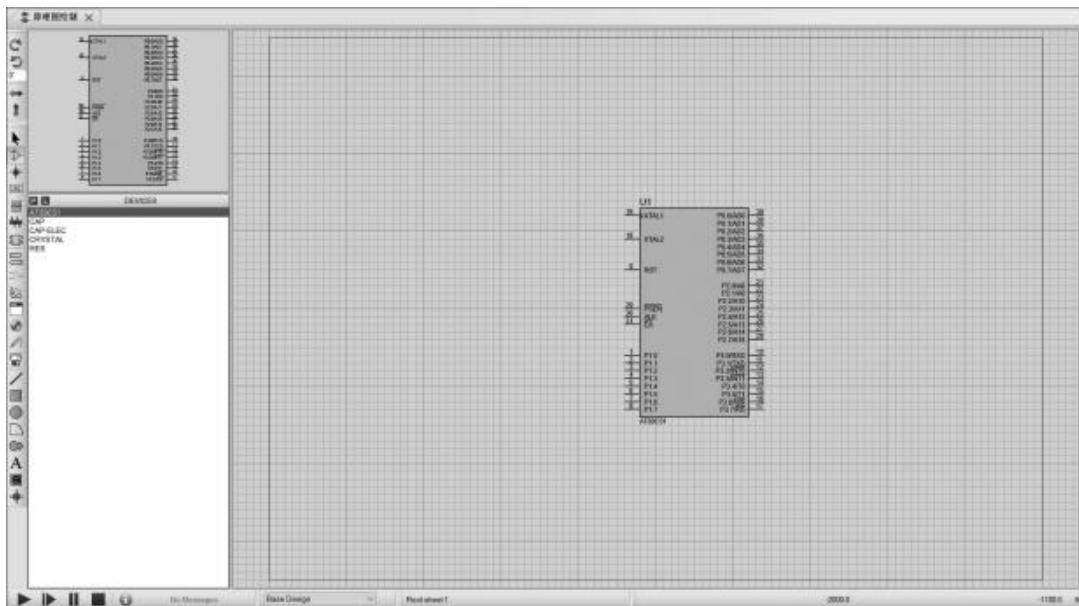

图 1-4-7 放置元件
(4)在元件列表中选中元件,再在原理图编辑窗口中单击,此时会看到被选中元件的框图跟随鼠标移动。在原理图编辑窗口找到合适的位置再次单击,元件就会被摆放到当前位置,如图 1-4-7 所示。需要注意的是,元件一定要放在方框内。